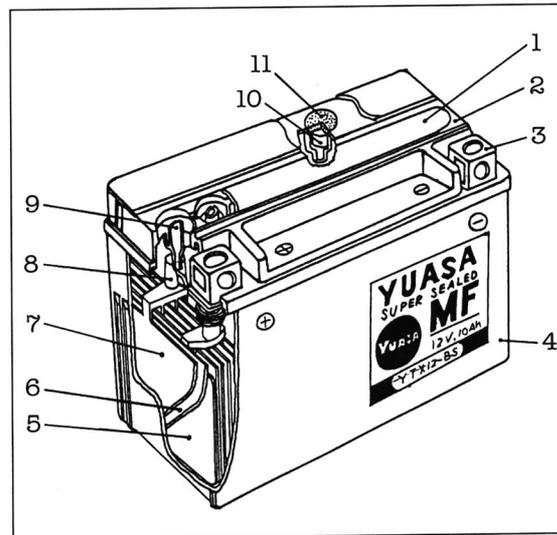

Bild 79
-  Die Batterie (Bild 79) ist wartungsfrei, deshalb nicht versuchen die Verschlussstopfen zu entfernen. Dementsprechend kann der Batterie-säurestand auch nicht geprüft werden und es muss auch kein destilliertes Wasser nachgefüllt werden.